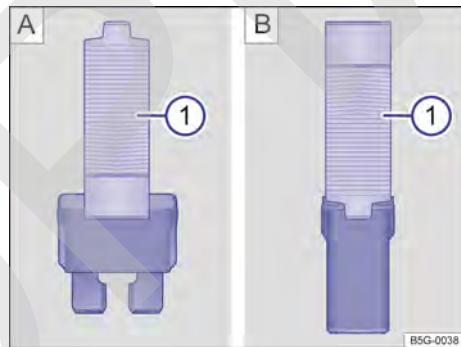

Fig. 223 Extraer o colocar el fusible con las pinzas de plástico: **A**) Fusible enchufable plano. **B**) Fusible tipo bloque.
- Dado el caso, retire las pinzas de plástico → fig. 223 ① situadas en la cubierta de la caja de fusibles correspondiente.
- En función del tipo de fusible, desplace las pinzas correspondientes → fig. 223 [A] ① o → fig. 223 [B] ① lateralmente sobre el fusible.
- Si el fusible se ha fundido, sustitúyalo por uno nuevo del *mismo* amperaje (de igual color y grabado) y del *mismo* tamaño → ①.